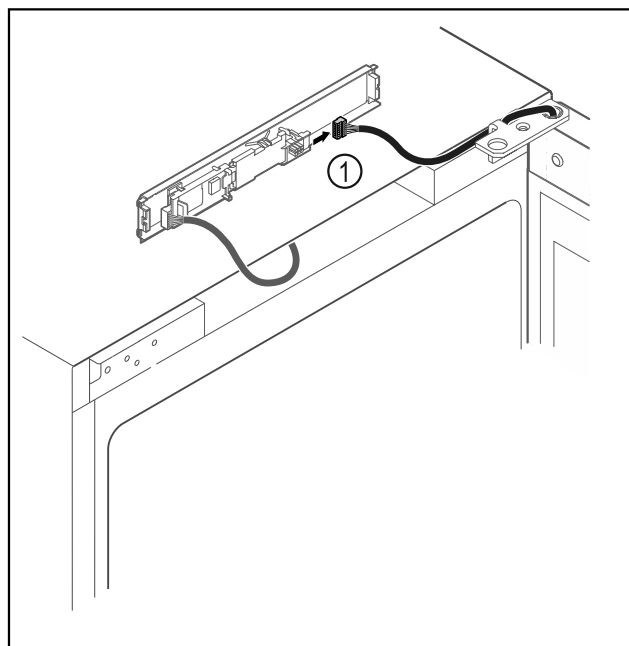

Fig. 13
- Stekker Fig. 13 (1) van printplaat loskoppelen.